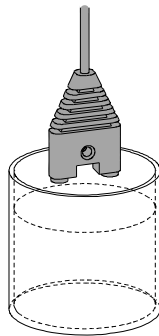

Abb. H-1: Wassersensor in Wasser tauchen
1. Den Wassersensor am GENO-STOP® oder in den Funkwassermeldern in Wasser tauchen. Alternativ mit einem metallischem Gegenstand kurzschließen (siehe Abb. H-1, H-2)